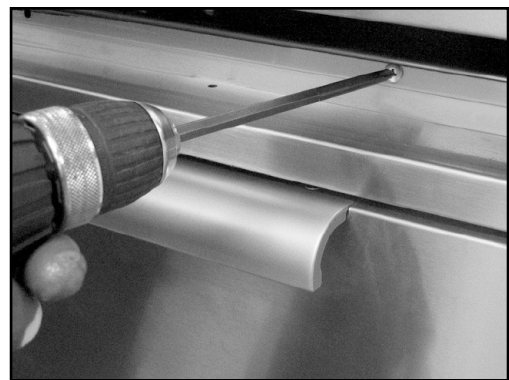

Fig. 48
E. Visser les trois (3) autres vis (10-24 x 1/2") sur le devant de la tête dans la desserte (Fig. 48).